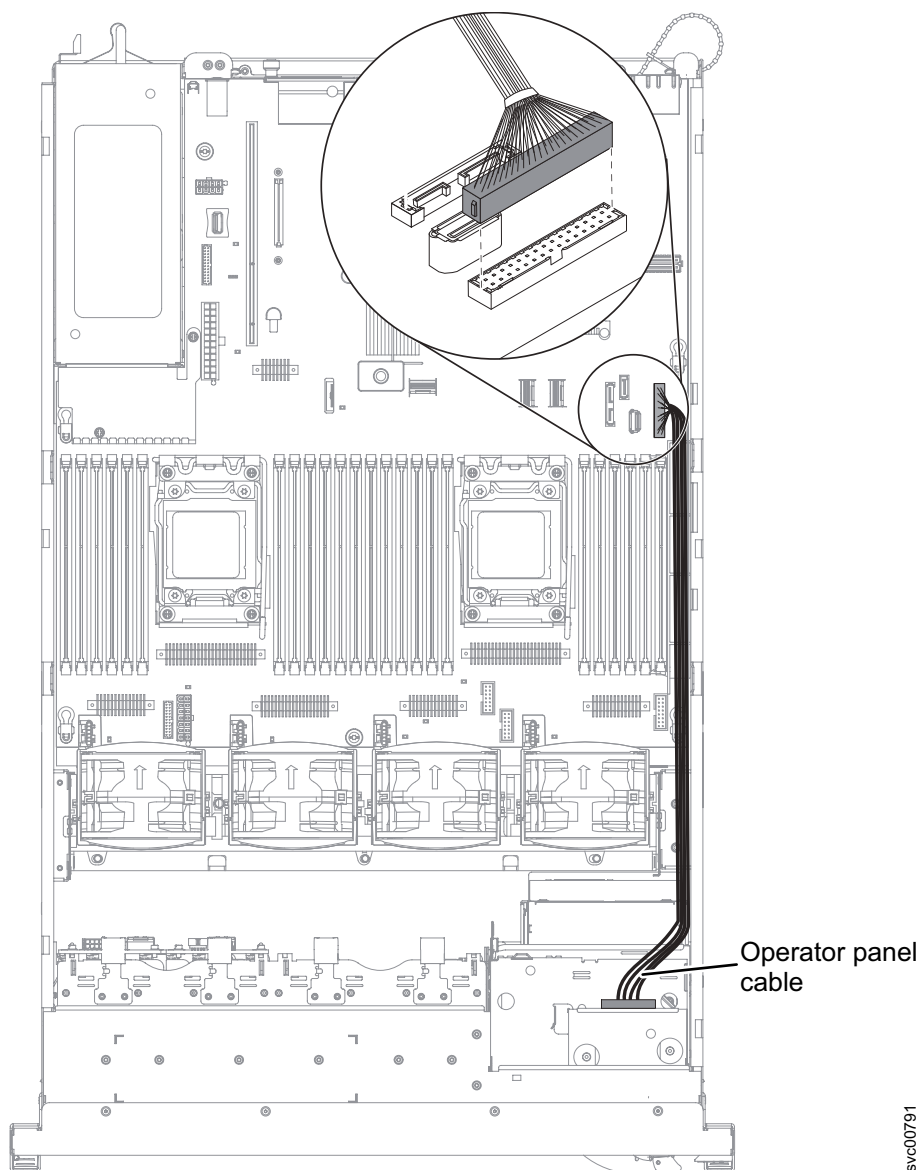

Figura 172. Conectando o cabo do painel de informações do operador do2145-DH8
2. Encadeie o novo cabo do painel de informações do operador no conector no lado direito do nó, como mostrado na Figura 172 na página 211.
3. Conecte o cabo ao conector no lado direito do nó, conforme mostrado em Figura 172.